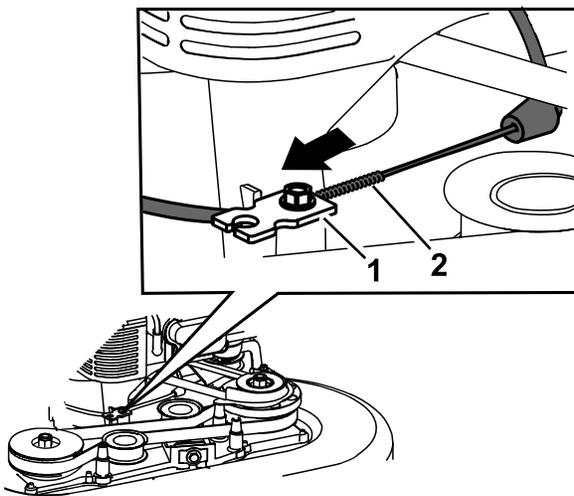

Рисунок 46
6. Потяните оболочку троса так, чтобы устранить провисание (Рисунок 46).